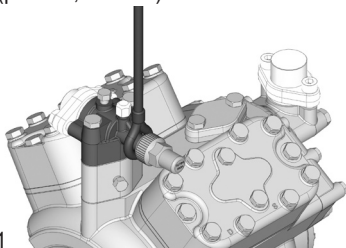
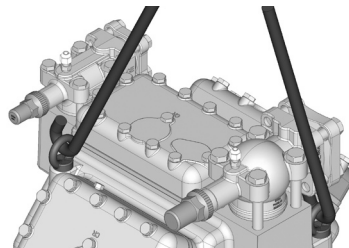

Рис. 11
Рис. 12
- Возможность транспортировки и подвешивания на транспортной петле (рис. 12, F14 - F16) или непосредственно у запорного вентиля на линии нагнетания (рис. 11, F2 - F5).